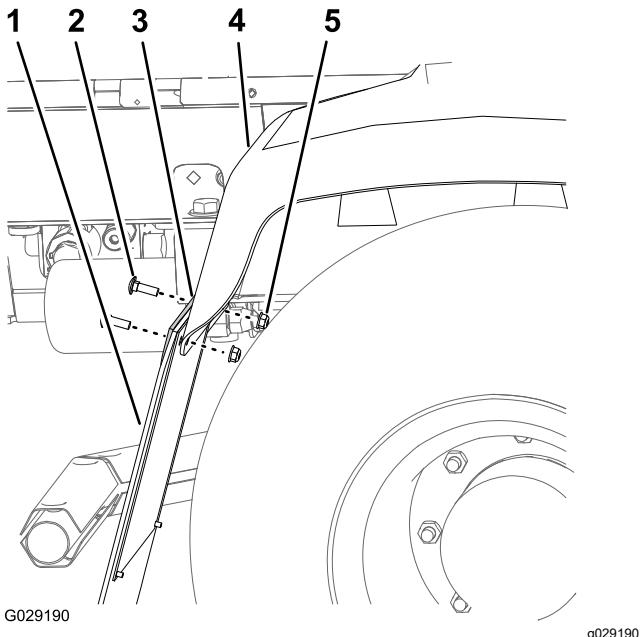

Figura 5
2. Retire los 2 pernos de cuello cuadrado y las 2 contratuerca con bridales que sujetan el protector contra salpicaduras al soporte del guardabarros trasero y al guardabarros trasero derecho (Figura 5).